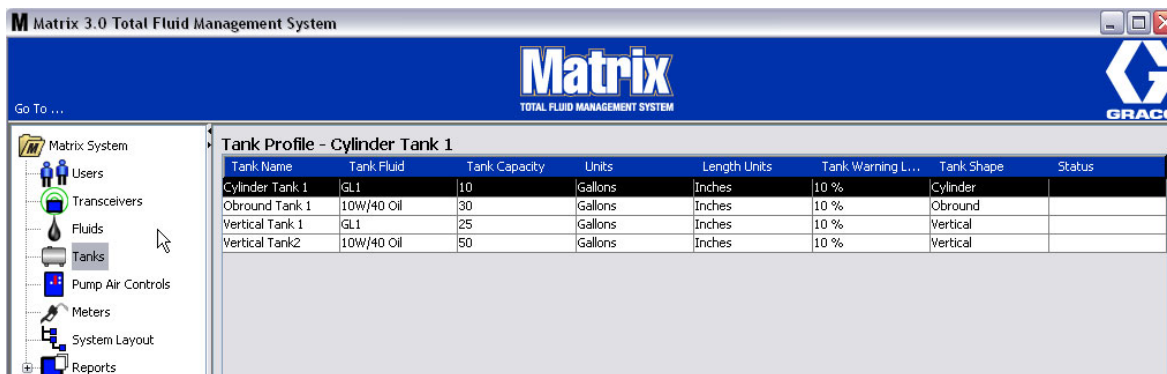

Рис. 75
1. Если все требуемые для цистерны сведения были указаны, нажмите кнопку «OK» [OK], чтобы закрыть окно и сохранить изменения. Цистерна будет добавлена в список (Рис. 75).
2. Чтобы изменить профиль цистерны (Рис. 75), выделите цистерну на экране «Tanks» [Цистерны] (Рис. 75).